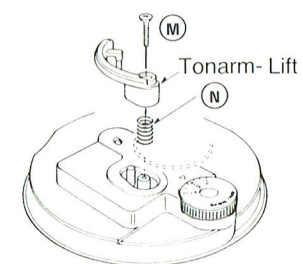

Abb. 7
6. Ausbau des Liftfußes (Abb. 7)